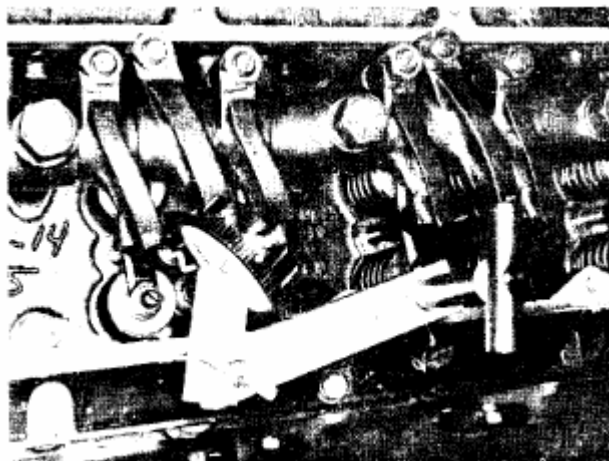

Рис.2-38 (V514114). Место установки индикатора с циферблатной шкалой -V-903
1. Установите опору для индикатора ST-1170 с удлинителем индикатора на верх фланца плунжера инжектора на цилиндре. Рис. 2-38